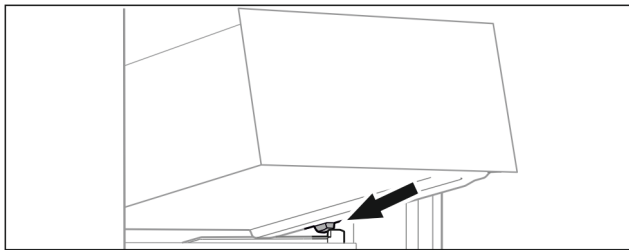

Fig. 65
- ▶ Coloque el cajón inclinado detrás de los topes sobre la nervadura para recipientes. (consulte Fig. 65)